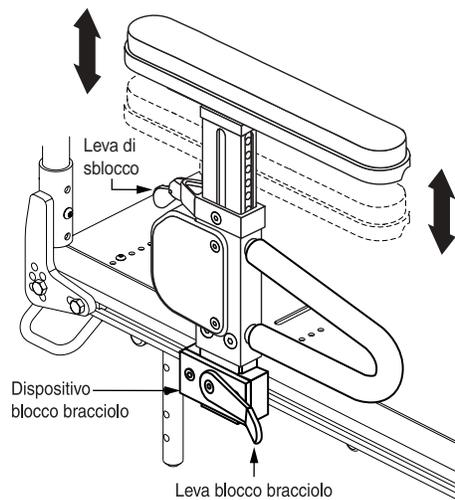

Figura 10. Regolazione altezza bracciolo removibile a regolazione rapida (versione bambino)
1. Ruotare la leva di sblocco verso l'interno o verso l'esterno, a seconda della posizione precedente. Si veda figura 10.